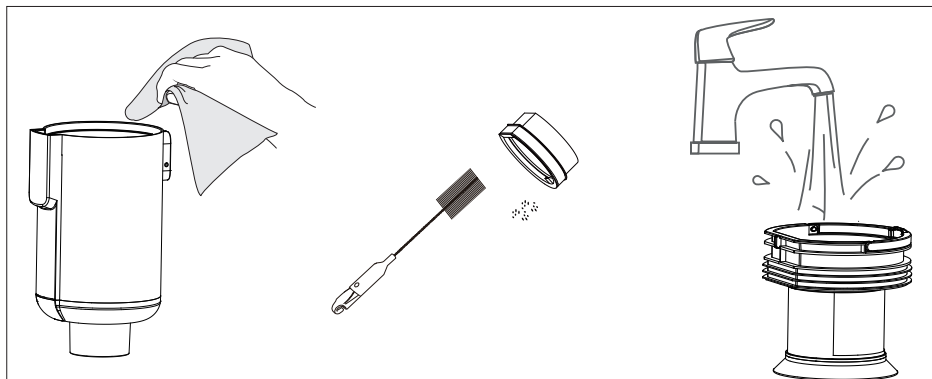

Fig. 25 – Nettoyer le bac et le filtre à poussière
- ▶ Nettoyez le bac à poussière avec un chiffon humide (**voir Fig. 25**).